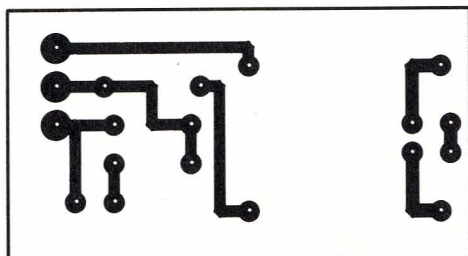

Figure 2
**L**e circuit imprimé de la **figure 2** rassemble tous les composants du chargeur sur un module compact facile à loger dans un très petit boîtier plastique (RETEX) disposé sur le câble allant de la fiche d'allume-cigare au connecteur de l'appareil à recharger (spécifique à chaque modèle).